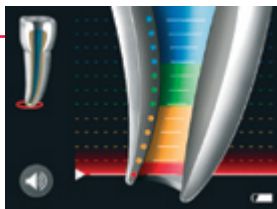

Рис. 4
**3** Красная полоса (см. рис. 4): конец файла достиг апикального отверстия.